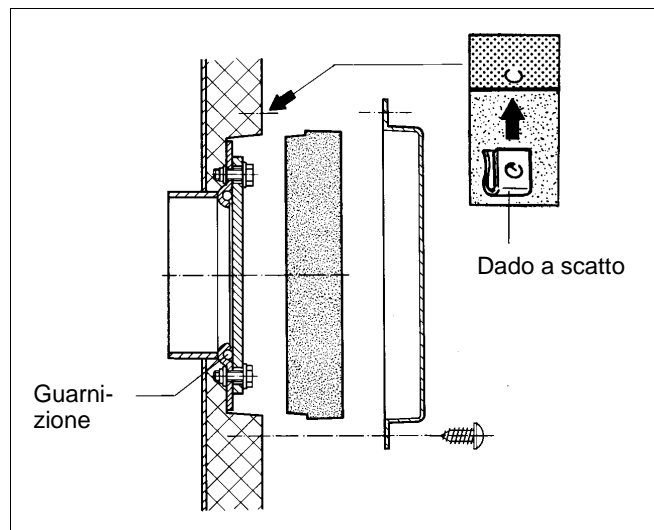

Fig. 9
- Immettere il disco termoisolante davanti al coperchio passamano anteriore fig. 9.
- Inserire 4 dadi a scatto sopra i fori della lamina dell'isolazione termica fig. 9.
- Avvitare con 4 viti autofilettanti la calotta di copertura del coperchio passamano anteriore fig. 9.
- Svitare la calotta di copertura del coperchio passamano anteriore (fig. 9).
- Svitare i bulloni esagonali del coperchio passamano anteriore, togliere il coperchio passamano (fig. 9).
- Immettere il disco termoisolante davanti al coperchio passamano anteriore (fig. 9).
- Avvitare con le viti autofilettanti la calotta di copertura del coperchio passamano anteriore (fig. 9).